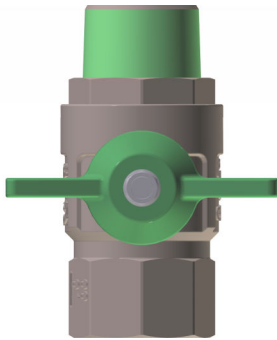

Abb. 21: Hauptabsperrenteil geschlossen
- Die Hauptabsperrentile (Abb. 21) sind geschlossen.